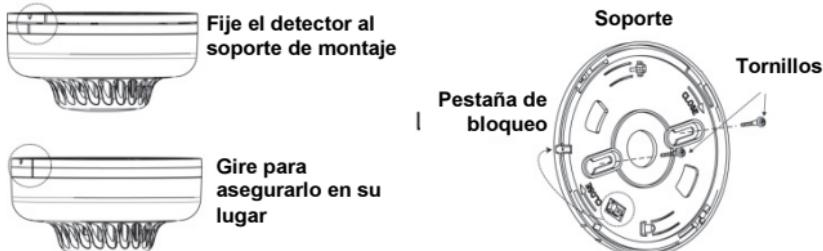

Figura 7: Instalación del detector de humo y calor
Para instalar el detector (ver Figura 7 y 8)
2. Quite el pasador de fijación que sujeta el soporte de montaje a la unidad (ver Figura 7).
6. Fije el soporte con tornillos (incluidos), como se muestra en la Figura 7.
- Inserte el pasador de fijación para asegurar el soporte del detector (ver Figura 7).